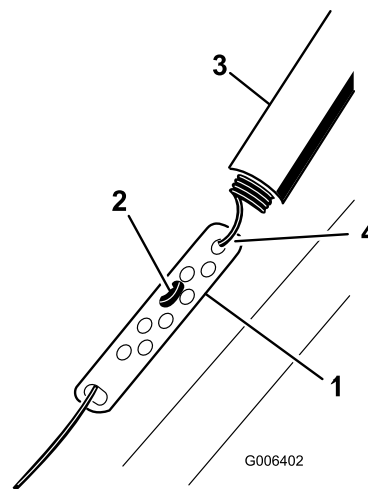

Figure 22
1. Remontez la protection du ressort et décrochez le ressort de la bielle de réglage (Figure 22).